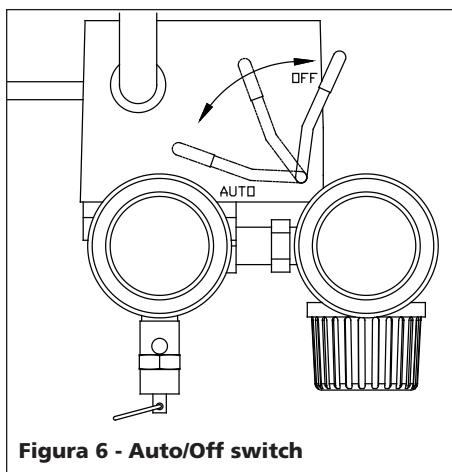

Figura 6 - Auto/Off switch
- **Presostato** - Automático (Figura 6)